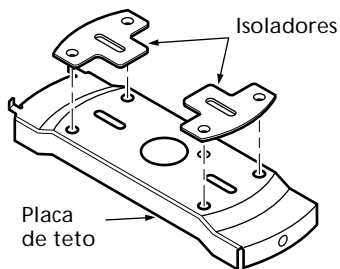

Figura 2a - Adicionando isoladores à placa de teto
3. Seu ventilador é fornecido com dois isoladores de ruído de neoprene. Posicione os isoladores entre a placa de teto e o teto inserindo as áreas elevadas de cada isolador dentro dos furos na placa de teto. Consulte a Figura 2a.